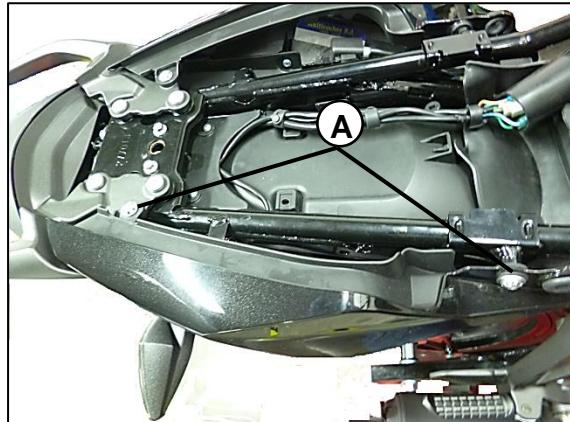
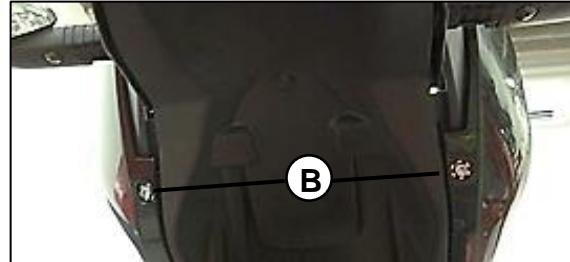

Fig.03
Fig.03.1
Se deben aflojar los tornillos superiores (A) de ambos lados **Fig.03**. De igual forma los 2 tornillos inferiores (B) de ambas cubiertas. **Fig.03.1**